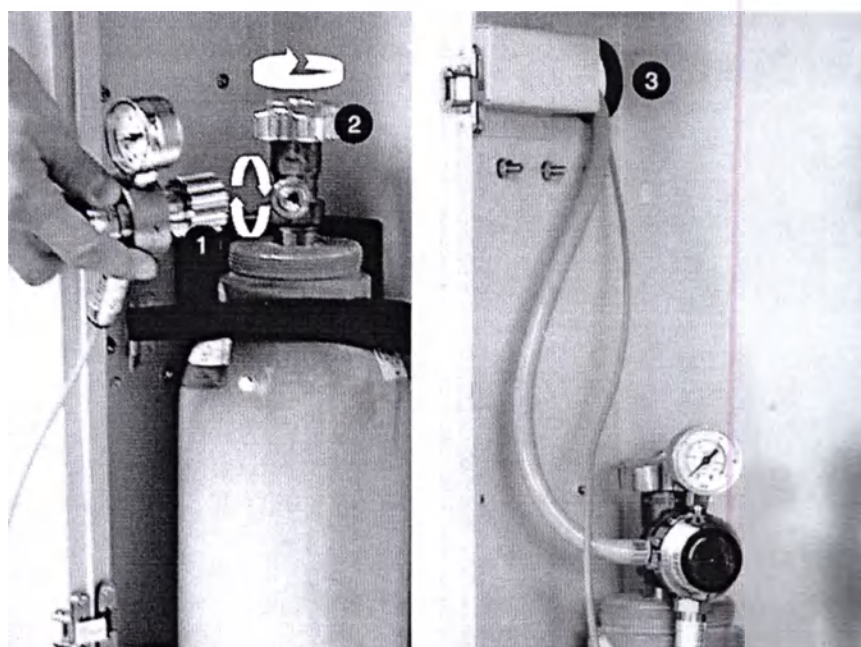

Рис. 7-4
1. Установите наконечник напорного шланга (1) на аргоновое подключение APC 2.
2. Наденьте наконечник датчика высокого давления (2) на подсоединение датчика APC 2. Вручную плотно заверните накидную гайку.
3. Откройте вентиль баллона (2) без сдвига вращением крана против часовой стрелки. После одного поворота вентиль баллона полностью открыт (см. рис. 7-4).